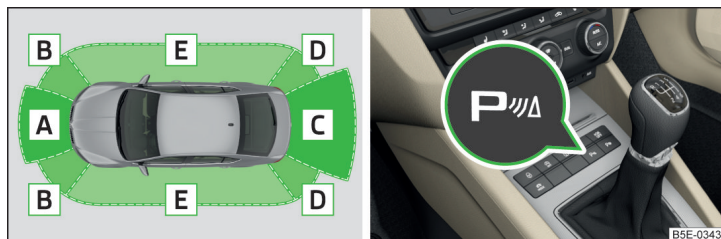

Fig. 135 Áreas y alcance detectados de los sensores / tecla (variante 2, 3)
Depende del equipamiento pueden existir las siguientes variaciones del sistema » fig. 135.
En el caso de los vehículos con dispositivo de enganche para remolque montado de fábrica sólo son activas las zonas **A** y **B** » fig. 135 del sistema en caso de conducción con remolque y no se produce ninguna visualización de la calzada.
El sistema se activará automáticamente al aplicar la **marcha atrás** o pulsando la tecla de símbolo **P** » fig. 135 de la página 146. En la tecla se enciende el símbolo **P**, la activación se confirma con una breve señal acústica.
- La visualización en pantalla se puede interrumpir accionando la tecla **P** » fig. 135 de la página 146.